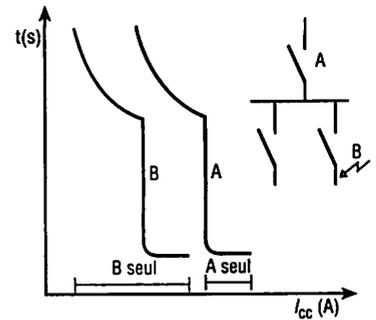

Fig. 14 : Sélectivité ampèremétrique.
Dans une installation électrique comportant plusieurs niveaux de protection, il faut qu'en cas de défaut sur un départ, seul ce départ soit coupé sans qu'il y ait mise hors circuit de toute l'installation (**fig. 14**). Dans ce cas, on dit que la **sélectivité est totale**. Dans le cas d'un fort courant de court-circuit, les deux protections peuvent fonctionner simultanément, la **sélectivité est partielle**.
6.1. Sélectivité ampèremétrique (fig. 14)